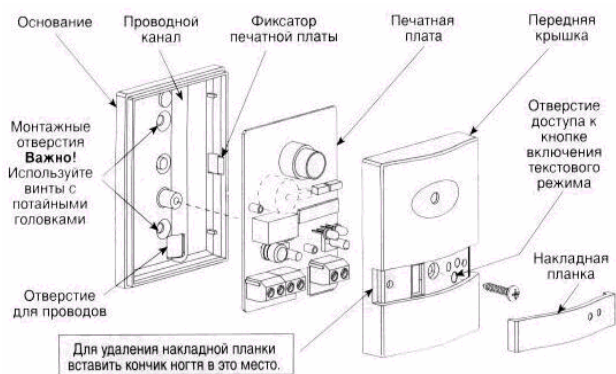

Рисунок 2. Разборка детектора
2.2 Разборка детектора (Рис. 2)